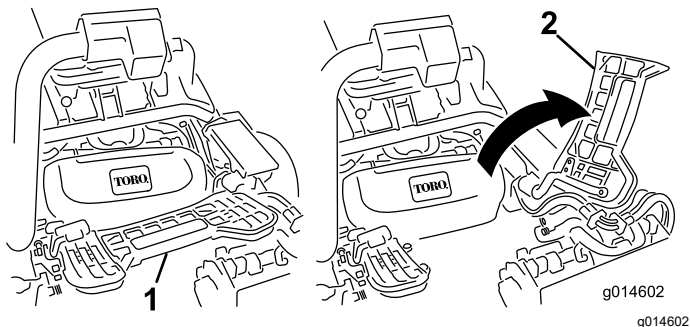

図 64
2. フットレストを跳ね上げて開き、中央カッティングユニット取り付け位置へのアクセスを確保する 図 64。